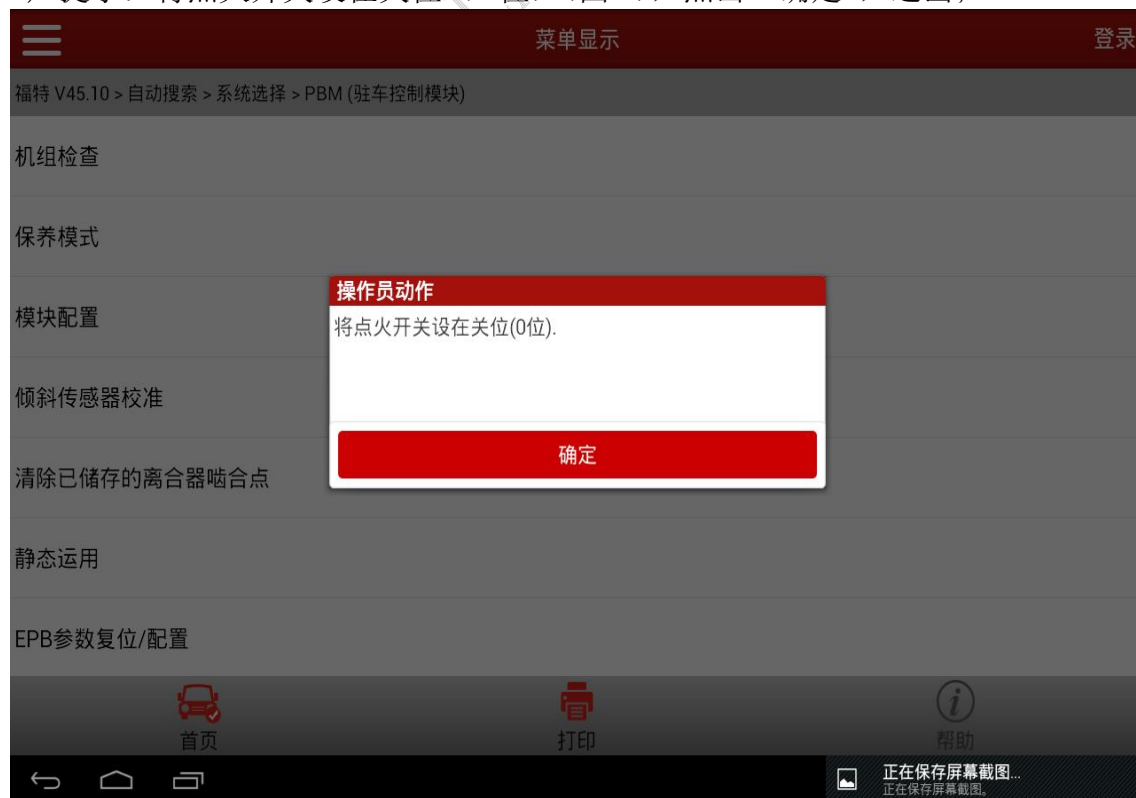

图 9
- 9). 提示：将点火开关设在关位 (0 位) (图 9)，点击“确定”，退出；